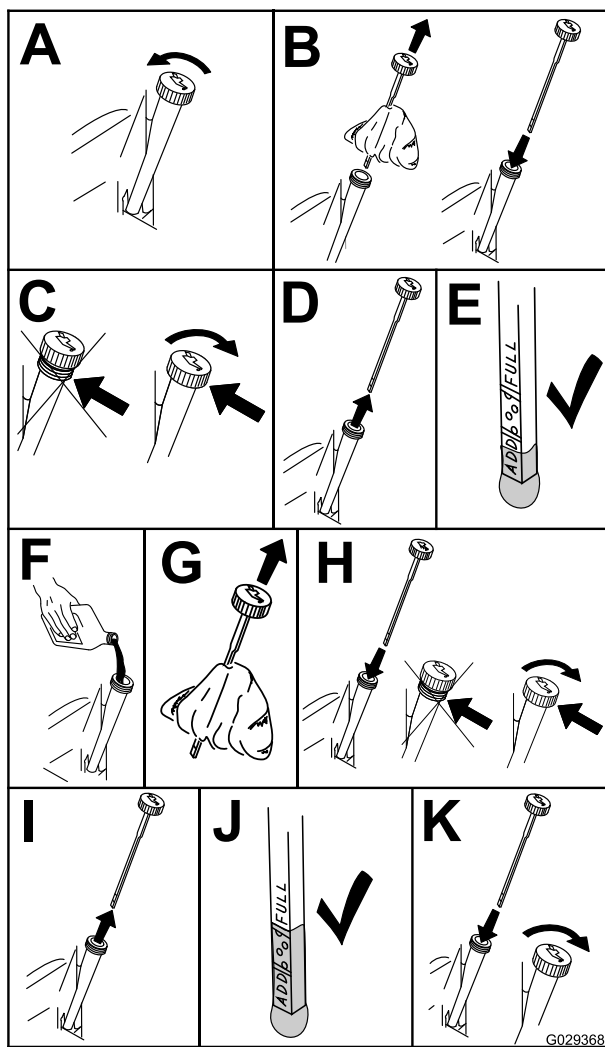

Figura 36
3. Per evitare morchia, residui d'erba, ecc. nel motore, pulite l'area attorno al tappo e all'asta di livello dell'olio prima della rimozione (Figura 36).